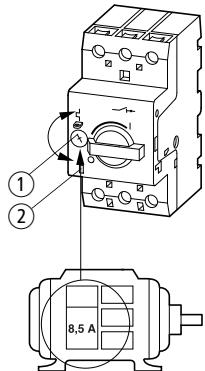

Abbildung 1: Motorschutzschalter
Die Motorschutzschalter PKZM0-.../XTPR...BC1NL und PKZM0-...-T/XTPT...BC1NL werden mit Hilfe einer Stromeinstellscheibe ① (→ Abbildung 1) auf den Motornennstrom eingestellt.
Durch eine zusätzliche Testeinrichtung ② (→ Abbildung 1, Seite 7) kann die Funktionstüchtigkeit des Schalters kontrolliert werden.